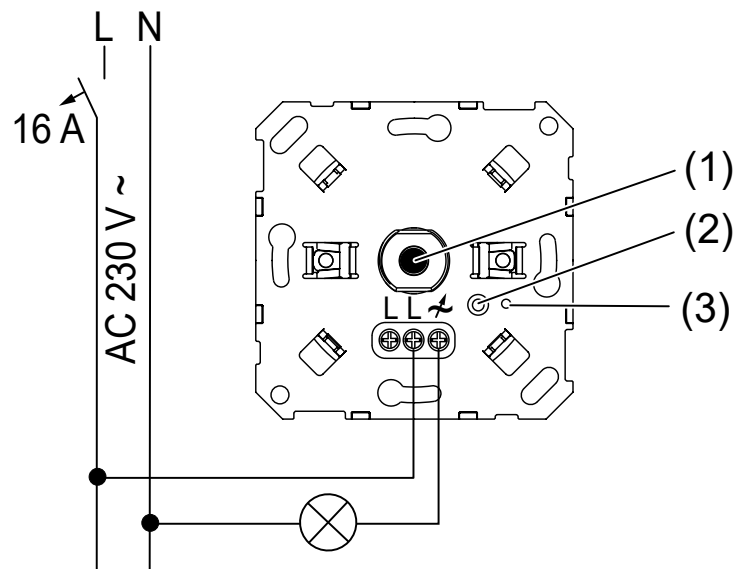

Bild 1: Anschlussplan
- (1) Drehachse
- (2) Taste Prog.
- (3) Status-LED
- (4) Wechselschalter
- Dimmer gemäß Anschlussbild (siehe Bild 1) anschließen.